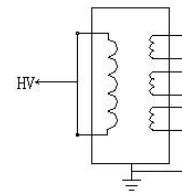

图 6-7 CT 接法
(3) : 反接法、电压为 10KV、一次侧对二次侧及地、接线见图 6-7